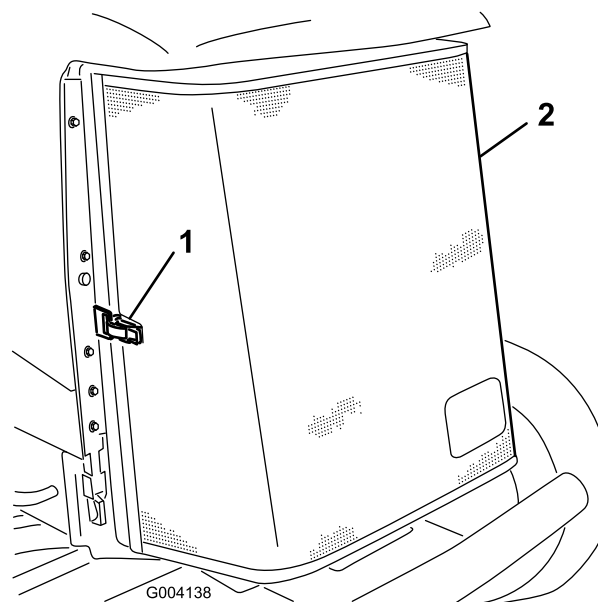

Рисунок 66
3. Откройте защелку и откиньте заднюю решетку (Рисунок 66).